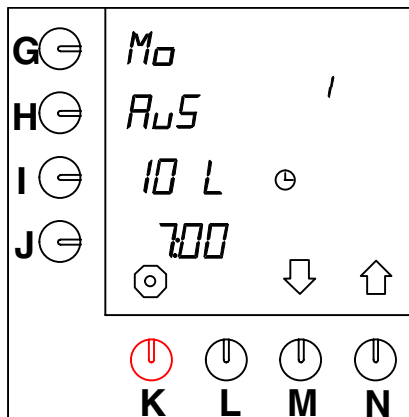

Abb. 44 Vorprogrammierte Einstellung (nicht aktiv)
Es gibt vierzehn vorprogrammierte "Zeiteinstellungen" für alle Wochentage. Diese Zeiteinstellungen werden erst wirklich aktiv und im Benutzerbetrieb sichtbar, nachdem sie über das untenstehende Verfahren aktiviert wurden. Alle Einstellungen können wunschgemäß eingestellt werden. Die vierzehn Einstellungen stehen serienmäßig auf (Abb.44):
- Drücken Sie auf die Wahltaste (N.)↑, bis Abb.44 im Display erscheint.